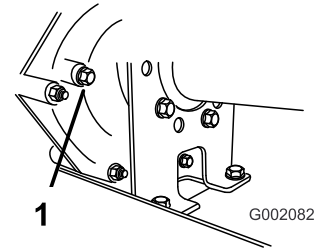

Figure 42
- Enlevez le boulon de l'orifice indicateur de niveau (Figure 42).